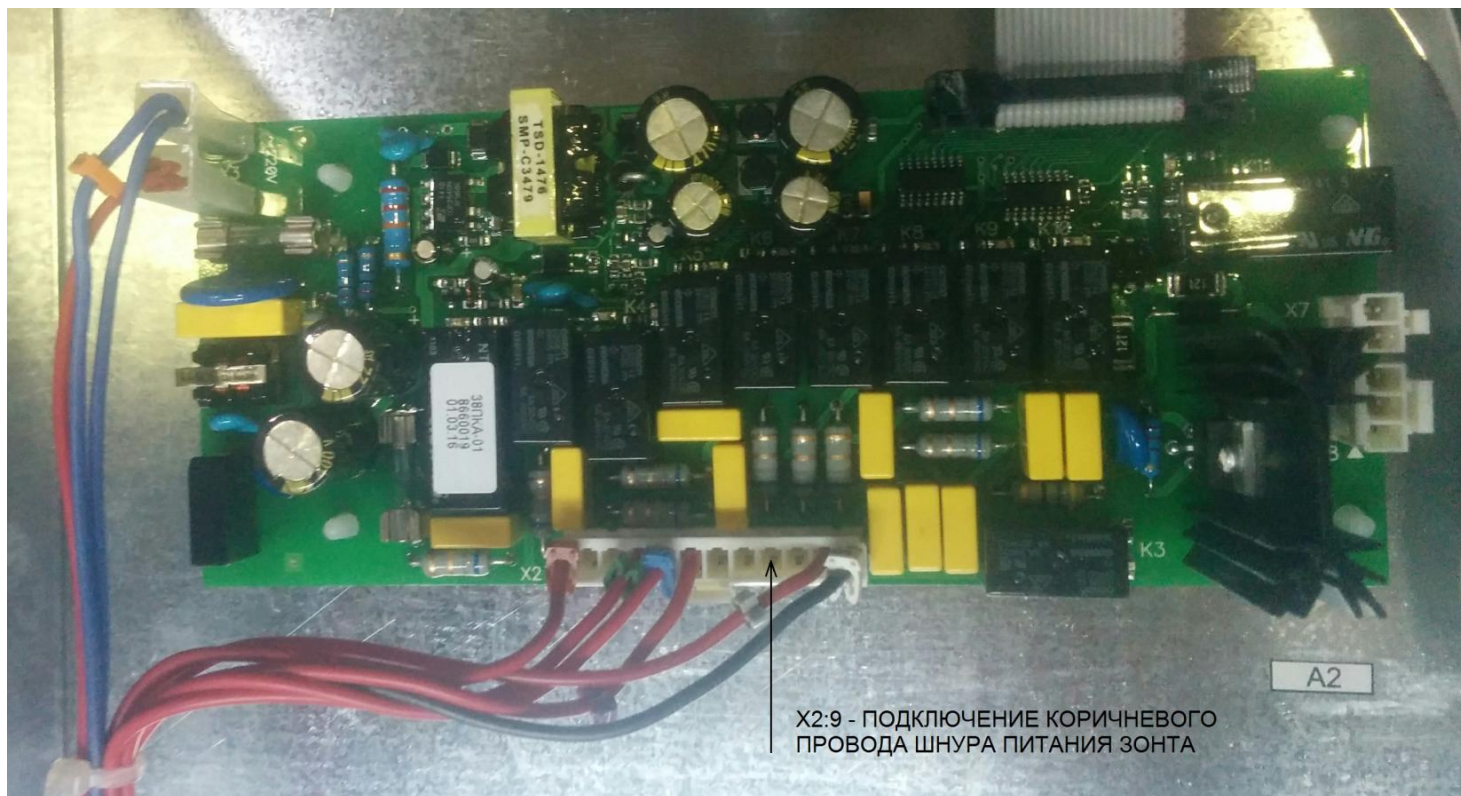
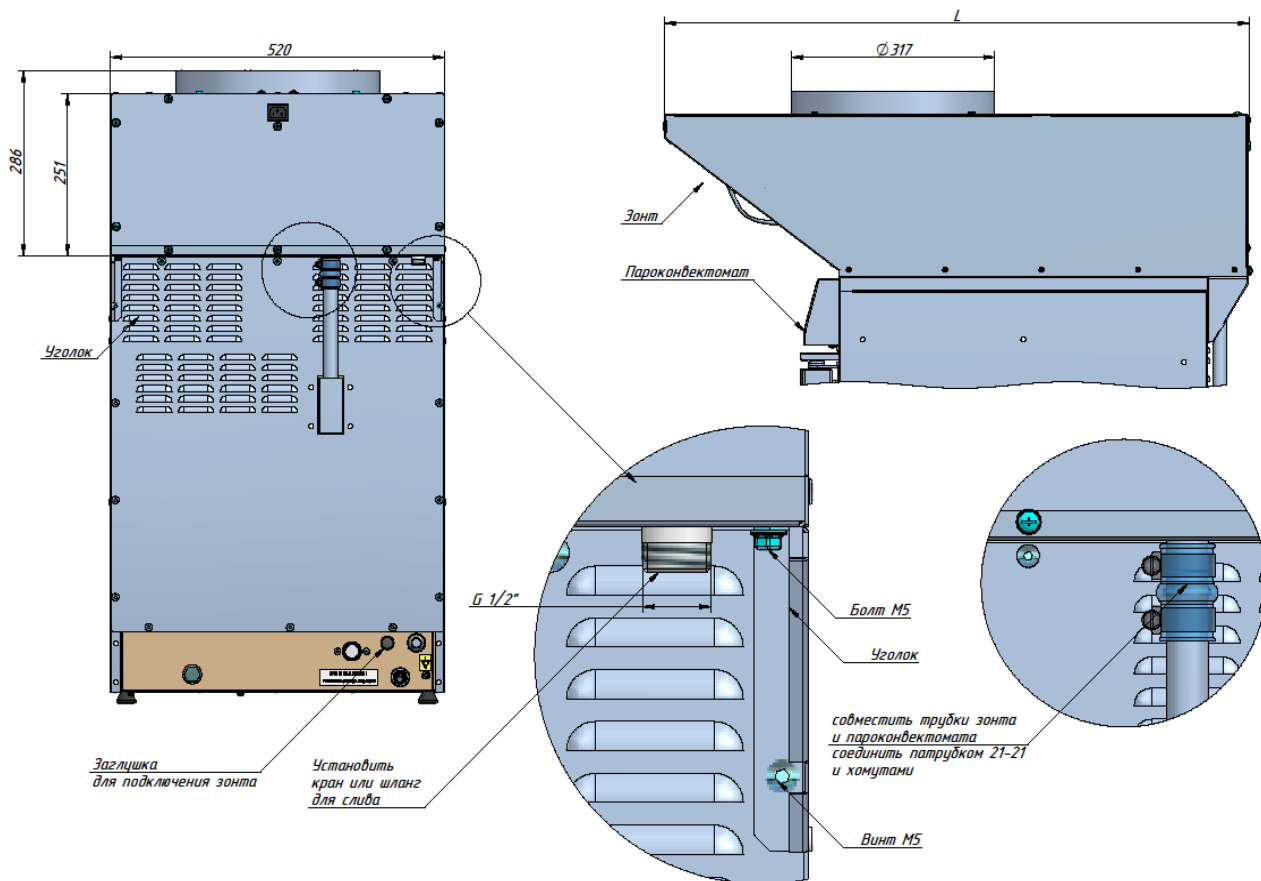

Рис. 1 Подключение к блоку управления контроллера
Рис.2 Установка зонтов ЗВВ-600 и ЗВВ-700 на пароконвектомат
- коричневый провод шнура питания (L) подключить к разъему X2:9 блока управления контроллера (рис. 1);
- синий провод шнура питания (N) подключить к автоматическому выключателю QF2:2;
- установить зонт ЗВВ-600 и ЗВВ-700 на пароконвектомат ПКА6-1/2П и ПКА6-1/3П: необходимо совместить трубку вывода пара из камеры пароконвектомата с трубкой (без резьбы) в ванной зонте и соединить патрубком и двумя хомутами (рис.2);